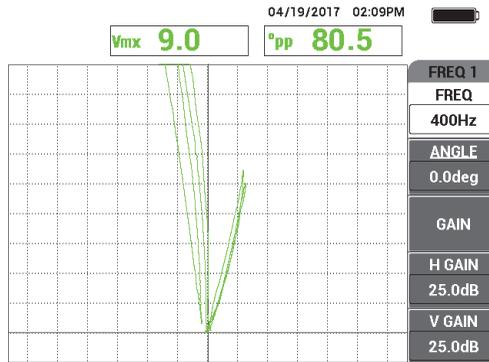

Figura 5-213 Escaneo de los dos surcos
2. Escanee lentamente el tubo hasta visualizar los defectos de diámetro interno del 40 % y del diámetro externo del 60 %. Cuando las señales provenientes de los surcos son visibles en la pantalla del NORTEC 600, pulse la tecla FREEZE (❄) [vea la Figura 5-213 en la página 303].